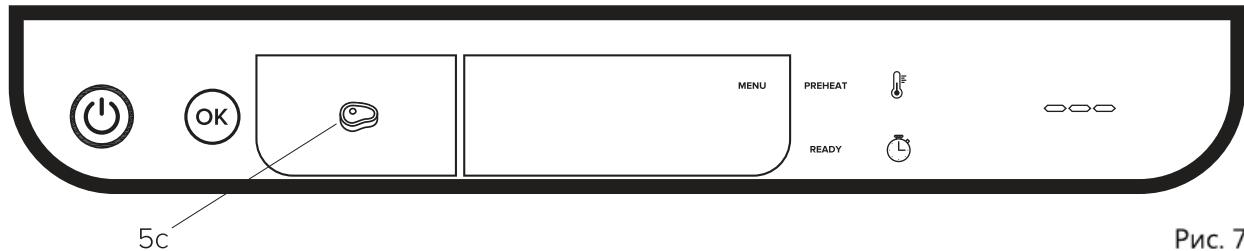

Рис. 7
2. Чтобы включить прибор коснитесь кнопки питания, прозвучит краткий высокочастотный звуковой сигнал, а на панели управления (см. рис. 7) загорятся индикаторы следующих кнопок: включения и выключения питания, подтверждения выбора, меню выбора степени прожарки стейка, меню выбора автоматического режима приготовления, ручной регулировки температуры и ручной установки времени нагрева пластин. На цифровом дисплее отобразится «---», свидетельствующий о том, что прибор перешёл в режим ожидания.
3. Желаемый уровень готовности стейка, можно задать коснувшись кнопки меню выбора степени прожарки «5с» (рис. 7). Выбор будет предоставлен в следующей циклической последовательности: